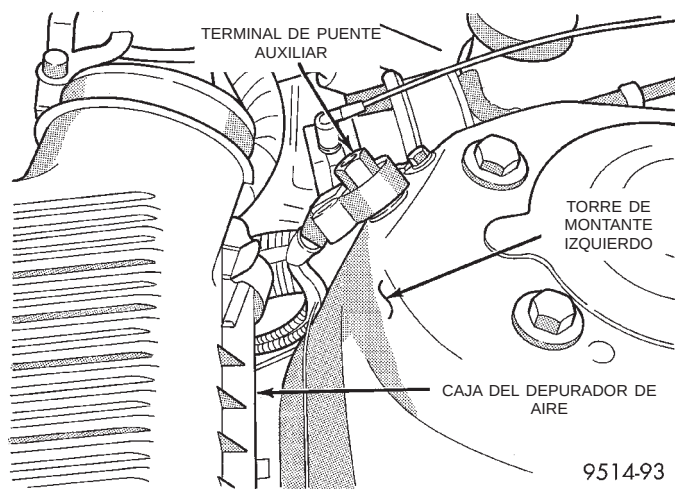

Fig. 20 Terminal de puente auxiliar
(1) Realice el procedimiento de descarga de presión del sistema de combustible **antes de intentar realizar cualquier reparación.**
(2) Desconecte el cable negativo del terminal de puente auxiliar (Fig. 20).